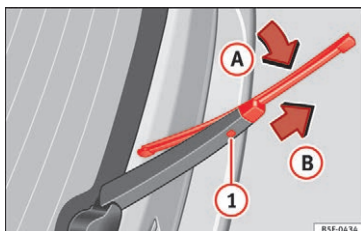

Fig. 81 Udskiftning af viskerblad til bagrude
- Drej viskerbladet lidt » Fig. 81 (pil **A**).